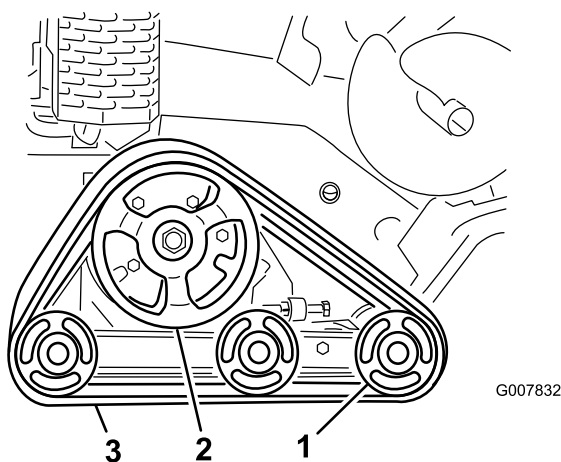

図 54
**重要** 走行ホイールと駆動ホイールも完全に洗浄してください **図 54**。洗浄されているロードホイールは自由に回転します。